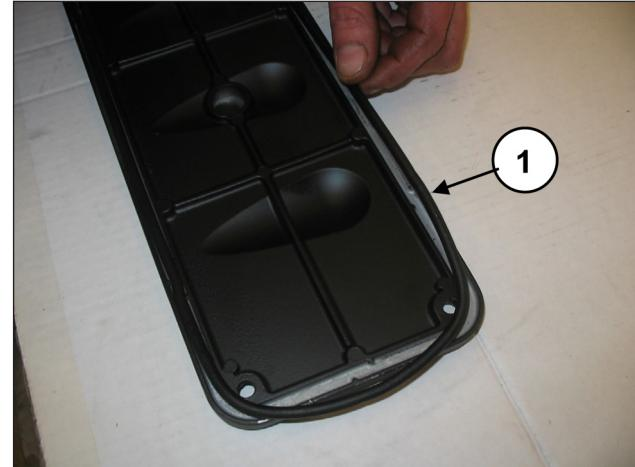
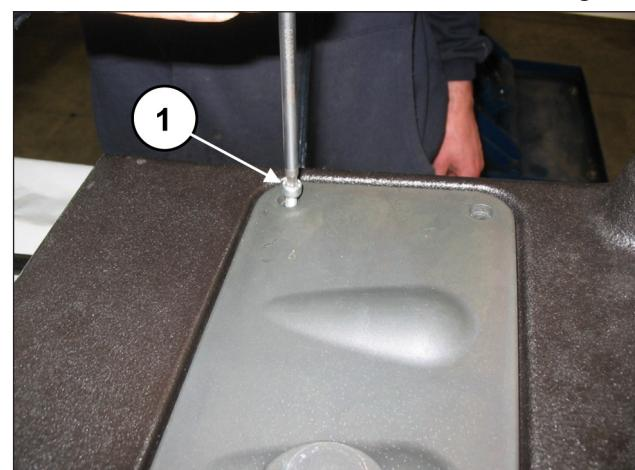

Fig. 99
Fig. 100
Sui due coperchi ispezione inserire l'O-ring (pos. 1, Fig. 99) e montare i coperchi mediante l'utilizzo di 4+4 viti M6x14 (pos. 1, Fig. 100).